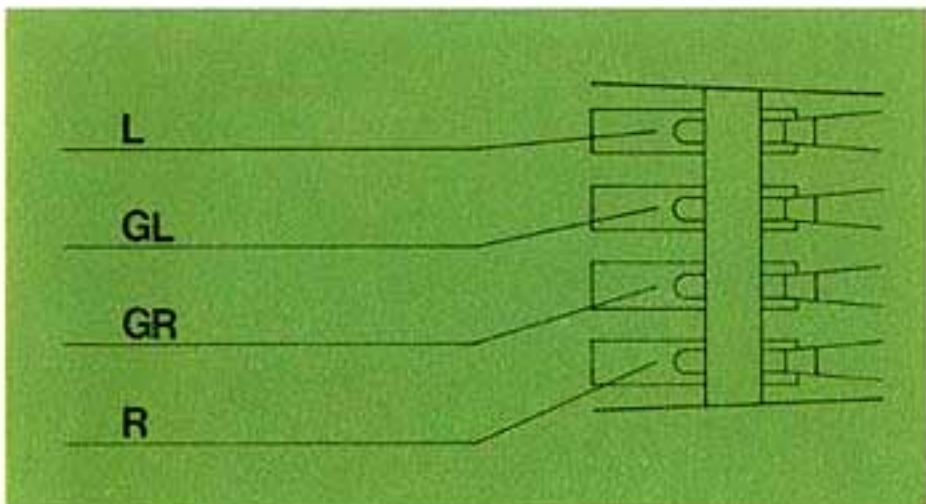

Fig. 15
3. Die Anschlüsse am Systemträger und Tonabnehmersystem sind gekennzeichnet (Fig. 15). Verbinden Sie die Anschlußslitzen des Systemträgers mit den entsprechenden und gleich gekennzeichneten Anschlußstiften des Tonabnehmersystems.
3. The connection inputs on the cartridge holder and on the cartridge are color coded. Connect the leads on the cartridge holder to the correspondingly coded connection pins of the cartridge (fig. 15).